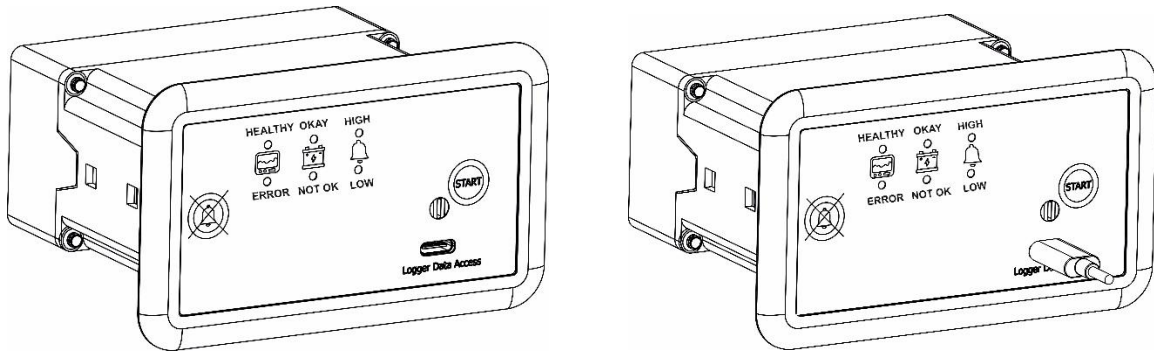

Figure 13 Connectez le câble USB Type C pour l'accès aux données M2M depuis l'enregistreur
- Connectez un câble USB 2.0 Type-C au port M2M de l'enregistreur étiqueté «**Accès aux données de l'enregistreur**» pour accéder aux fichiers de données, comme le montre la figure 13.